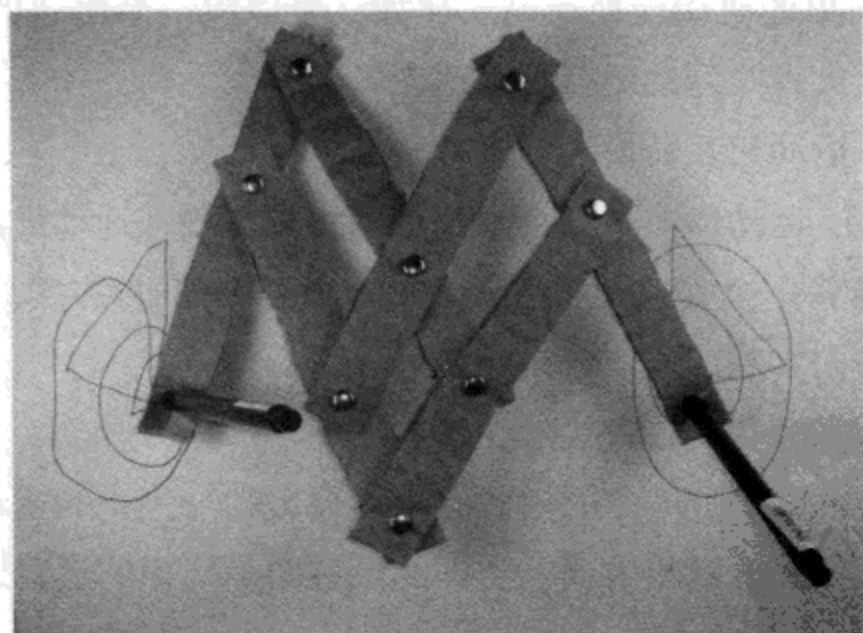

图8.8 纸质的缩放仪
在本项目中，我们会做一个图 8.8 所示纸板缩放仪，并用这个缩放仪进行一些实验。
- (1) 将纸板剪成长度相同的条。图 8.8 所示纸条长度约为 6 in，宽度约为 1 in。
- (2) 将纸条用图钉按图 8.8 的方式连接。
- (3) 在侧面每个纸条的端部打一个孔，每个孔中都放入钢笔或记号笔。
(4) 抓住中间的图钉，通过移动纸板，观察画对称图（但为镜像图）的过程。
(5) 试着将其中一些图钉换成笔来画图，或改变一下纸条的长度来画一些非对称图。